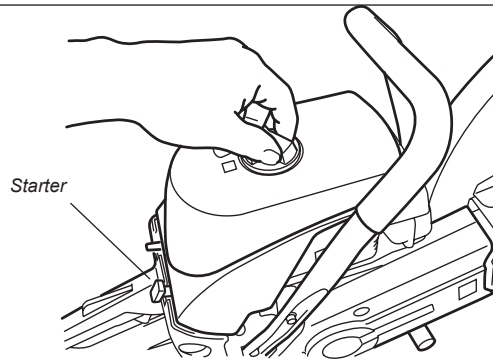

Figure 12
2. Dévisser le bouton du couvercle du filtre et retirer le couvercle du filtre. Voir figure 12.